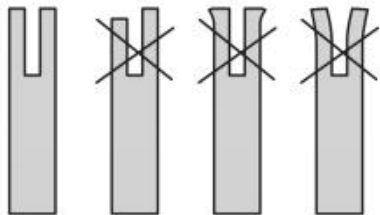

Fig. 72
5. Vérifiez l'usure du « rail » du guide-chaîne : Tenez une règle (bord droit) contre le côté du guide-chaîne et les « plaques latérales du couteau ». S'il y a un espace entre la règle et la barre de guidage, le « rail » de la barre de guidage est normal. S'il n'y a pas d'espace (la règle affleure le côté du guide-chaîne), le « rail » du guide-chaîne est usé et doit être remplacé par un nouveau du même type (Fig. 72).